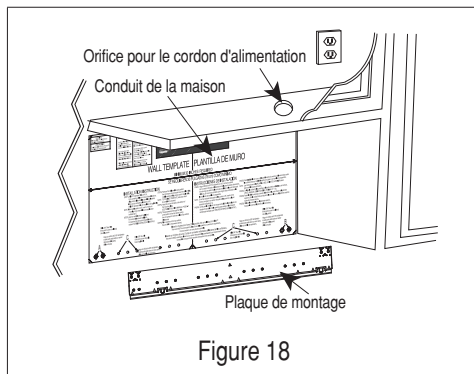

Figure 18
- Tracez une ligne verticale sur le mur au centre de l'espace de 30 po. Voir la figure 18.